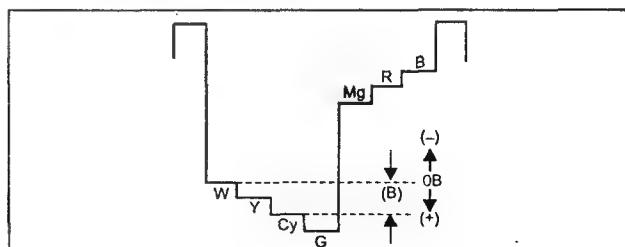

Рис. 2.4
- кнопками +/- регулируют значение переменной NTCS 3.58 TINT, при этом устанавливают размах сигнала между уровнями W и Cy равный 9 В (рис. 2.4).